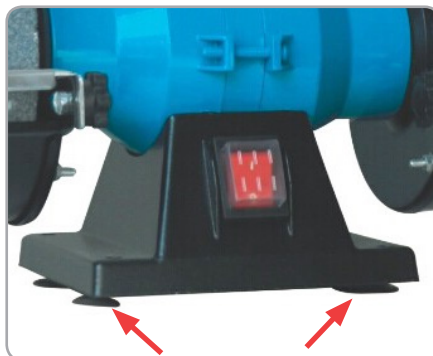

Fig.10
- Fixați polizorul în poziția dorită Fig. 10